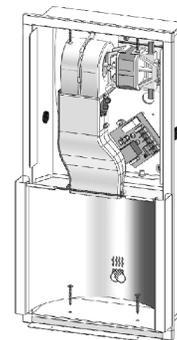

Fig. 6
7. Asegure utilizando tornillos de cabeza plana  $\square 8$  de 4,2 x 32 mm (1-1/4") (no incluidos). Si se utilizan tornillos de cabeza plana, incluya arandelas para elevar la cerámica y reducir la brecha entre el panel de cerámica y el redondo. (Ver Fig. 6)